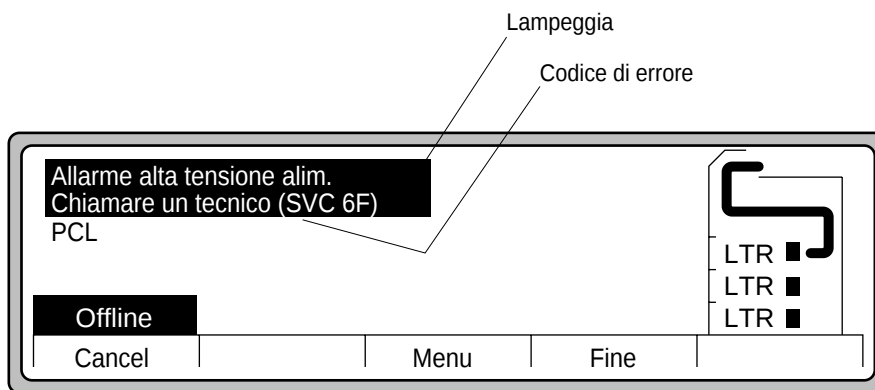

Figura A-2 Richiesta di intervento (dell'assistenza tecnica)
1. È possibile che la stampante rilevi il problema automaticamente e visualizzi il messaggio, come illustrato nella Figura A-2 a pagina A-2.